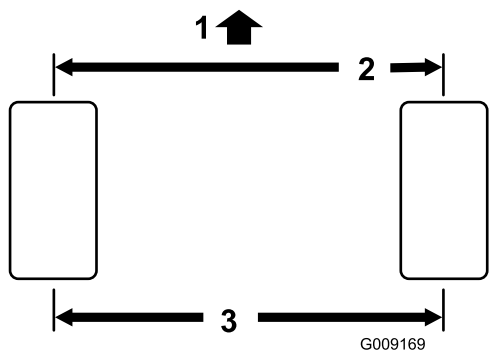

Figura 75
2. Mida la distancia entre centros (a la altura del eje) en la parte delantera y trasera de los neumáticos de dirección (Figura 75).